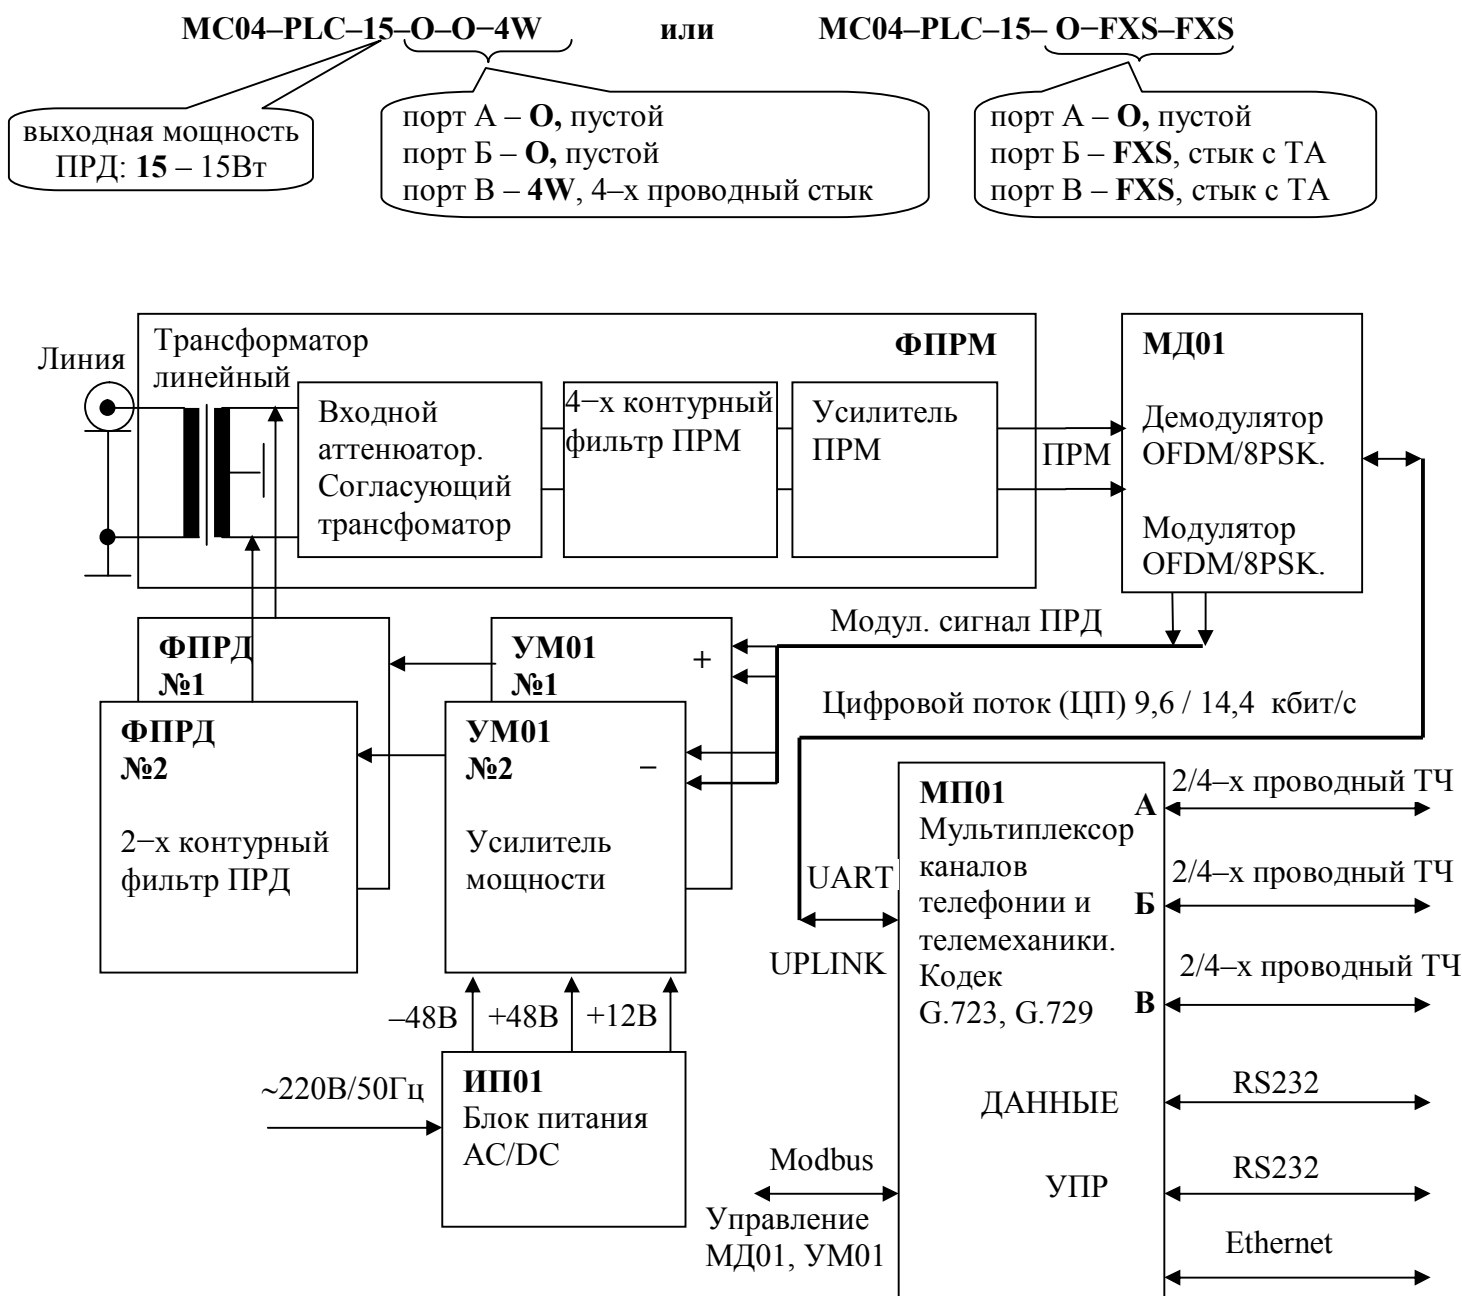
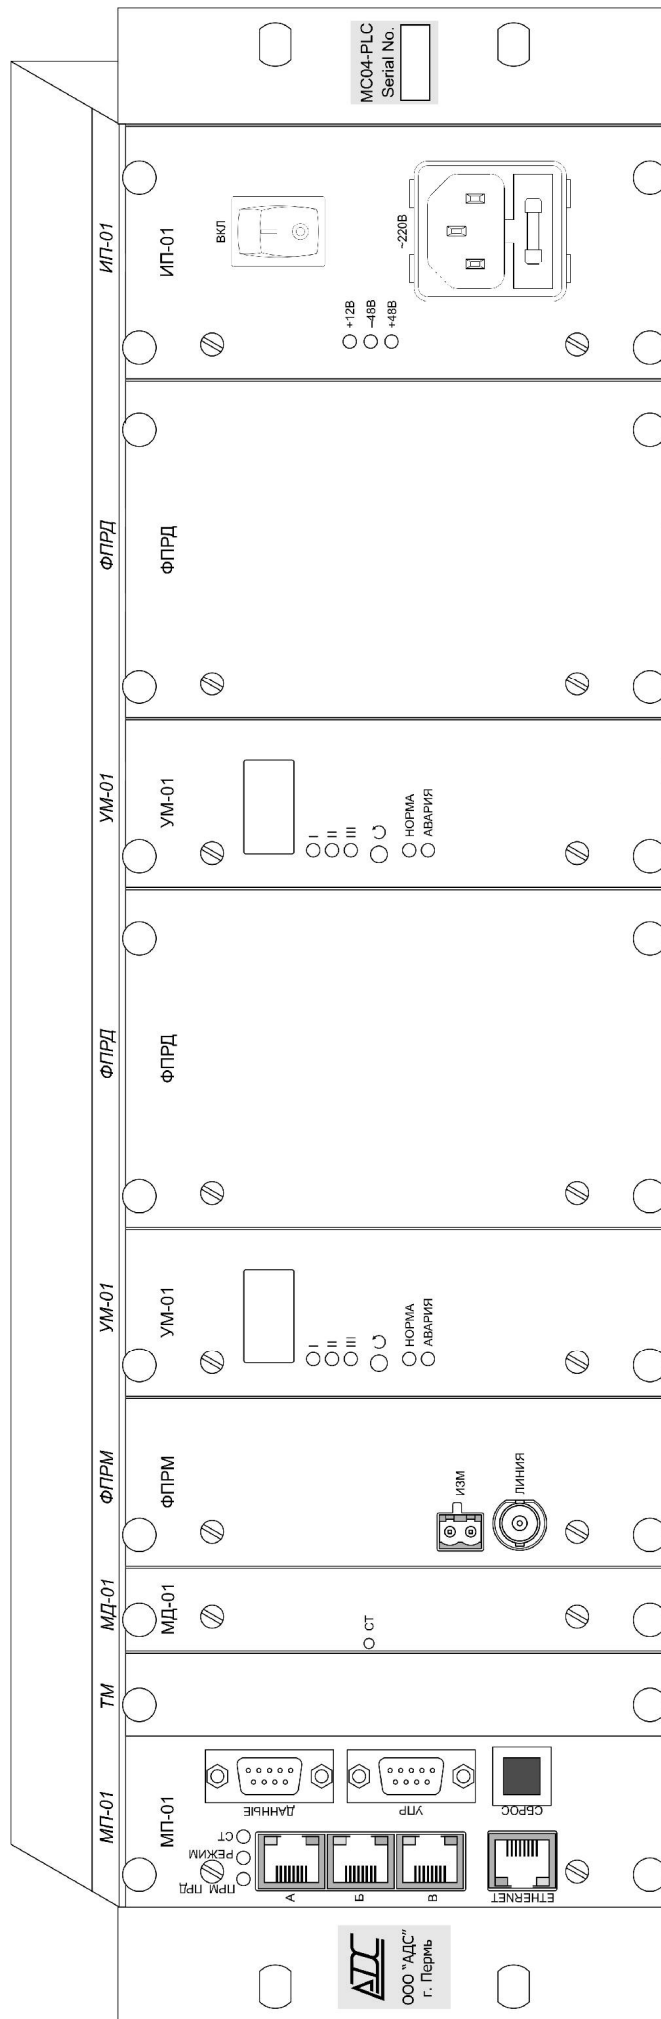

Рис.1. Структурная схема блока MC04-PLC.
Рис.2. Внешний вид блока MC04-PLC.
Конструктивно аппаратура выполнена в виде блока 19 дюймов высотой 3U, в который устанавливаются следующие функционально-конструктивные модули (рис.1 и рис. 2):
2.1.4. Разъемы и индикаторы платы МП01 (рис. 2).